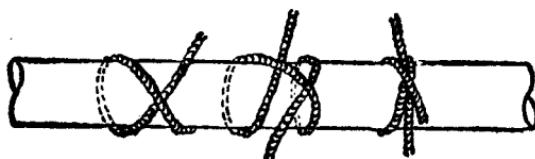
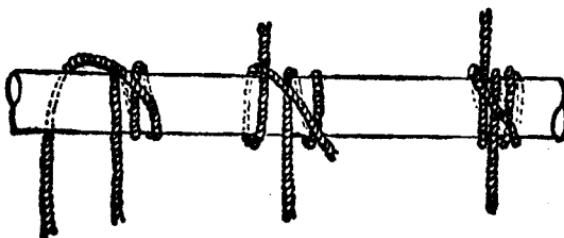

图 12 梯索扣的连接法
图 13 鲁班扣的连接法
(6) 梯索扣与鲁班扣：在桅杆顶部拴绑缆风绳时，多用梯索扣及鲁班扣，当绳的两头受力后，会愈拉愈紧，见图12与图13。